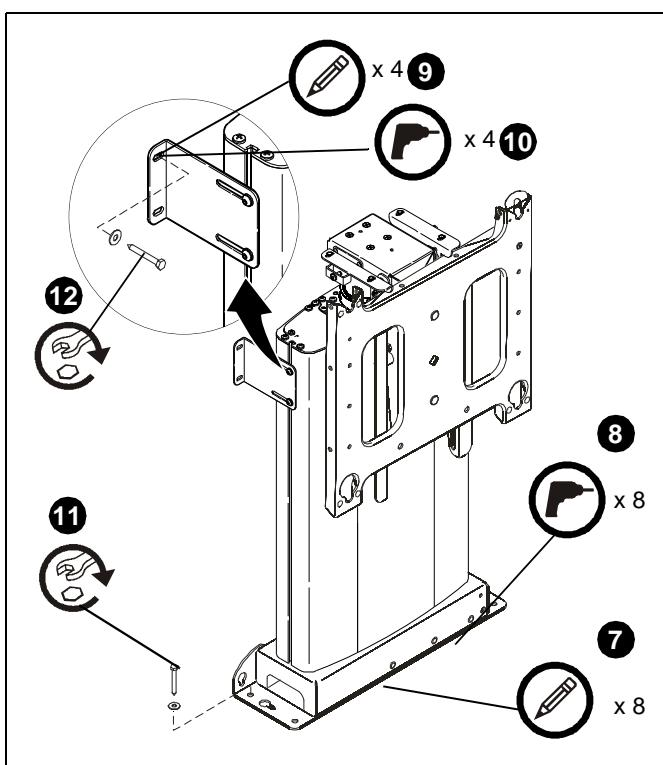

рис. 24
- Ослабьте четыре винта, закрепляющих боковые монтажные кронштейны на кронштейне, и отрегулируйте положение боковых монтажных кронштейнов, чтобы они были правильно расположены по отношению к вертикальной поверхности монтажа. (см. рис. 24)
- Затяните четыре винта, чтобы зафиксировать положение боковых монтажных кронштейнов. (см. рис. 24).
- Отметьте расположения восьми базовых монтажных отверстий. (см. рис. 24)
- Отметьте расположение четырех монтажных отверстий боковых кронштейнов. (см. рис. 24)
- Закрепите основание кронштейна на поверхности монтажа с помощью восьми винтов. (см. рис. 24)
- Закрепите кронштейн на вертикальной поверхности монтажа с помощью четырех винтов. (см. рис. 24)